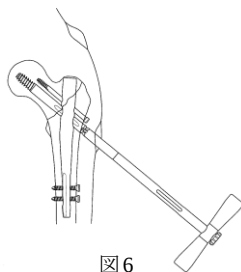

図6
- 6) ドライバーのローレット部を右回転させ、ラッチを解除し、トルクレンチを取り外します。続いて、ロックリングドライバー（ホールド型）のつまみを緩め、エンドキャップから取り外します。（図6）